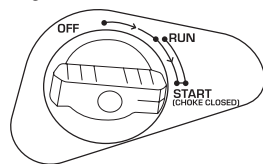

Fig. 5
4. Tournez la vanne du registre d'air sur la position « START » (Fig. 5).
6. Mettez la vanne du registre d'air en position « RUN » (Fig. 5).